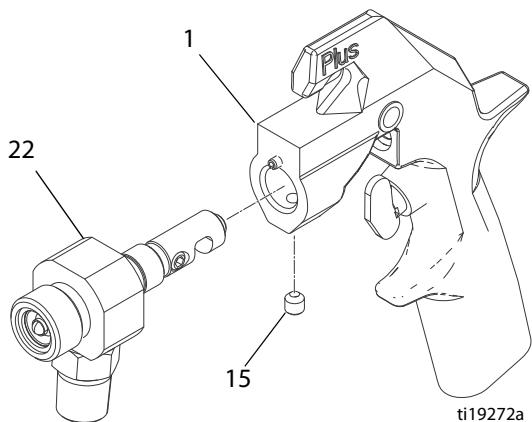

Рис. 8
5. Ослабьте установочный винт (15) и извлеките корпус подачи жидкости (22) из корпуса пистолета (1). См. Рис. 8.